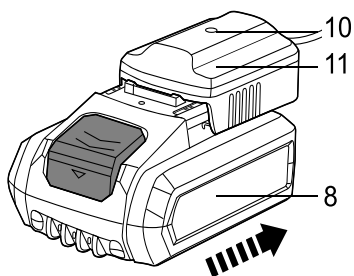

Fig. 6
- > Deslize o conjunto de bateria (8) na base de carga (11) até que encaixa em posição (Fig. 6).
- > Conecte o carregador (12) a uma fonte de alimentação. O indicador luminoso (10) vermelho indica que a bateria está a carregar e o verde indica que a bateria está completamente carregada.